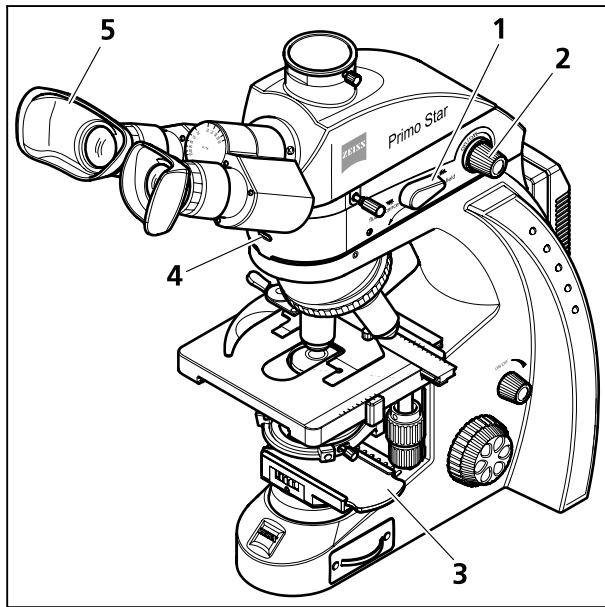

Fig. 25 Réglage de l'épifluorescence
- Tournez l'inverseur Diascopie / Épiscopie (Fig. 25/1) sur la position Épiscopie (**Fluorescence**) (tourner toujours l'inverseur vers le haut).
- Avec le bouton rotatif (Fig. 25/2) du dispositif d'épiscopie, mettez la LED d'épiscopie sous tension et réglez une intensité lumineuse agréable à l'observation. La lampe témoin (Fig. 25/4) en façade du dispositif s'allume en bleu. La luminosité de la lampe correspond à l'intensité de l'éclairage qui a été réglée.
- Pour éviter une fluorescence parasite (pouvant être générée par la LED de diascopie), intercalez dans le trajet lumineux la position d'arrêt du coulisseau (Fig. 25/3).
Si vous ne pouvez pas obscurcir la pièce, vous pouvez utiliser les bonnettes spéciales dotées d'un pare-lumière (Fig. 25/5). Elles ne sont cependant pas retroussables et ne conviennent pas aux porteurs de lunettes. Les retrousser de force leur fait perdre leur stabilité de forme.